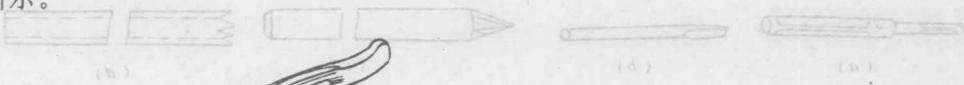

图2-10 剥线钳
(6) 剥线钳 剥线钳是用于剥削小直径导线绝缘层的专用工具，其外形如图2-10所示。它的手柄是绝缘的，耐压为500伏。